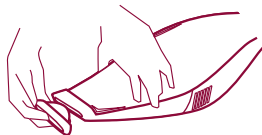

Fig. 8
- Sätt fast munstycket F för att suga upp vätskor. (fig. 8)